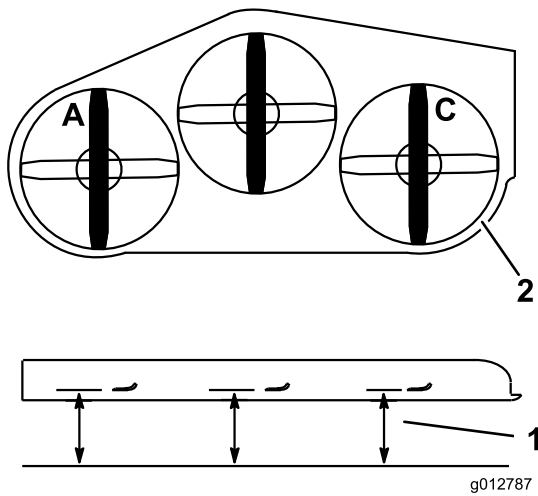

Figure 86
1. Tournez la lame gauche dans le sens longitudinal (Figure 86).
2. Mesurez et notez la distance au point **A** entre la surface plane et le tranchant de la pointe de la lame gauche (Figure 86).
3. Tournez la lame droite dans le sens longitudinal (Figure 86).
4. Mesurez et notez la distance au point **C** entre la surface plane et le tranchant de la pointe de la lame droite (Figure 86).
2. Tournez la lame gauche dans le sens longitudinal (Figure 86).
3. Mesurez et notez la distance au point **A** entre la surface plane et le tranchant de la pointe de la lame gauche (Figure 86).
4. Tournez la lame droite dans le sens longitudinal (Figure 86).
5. Mesurez et notez la distance au point **C** entre la surface plane et le tranchant de la pointe de la lame droite (Figure 86).